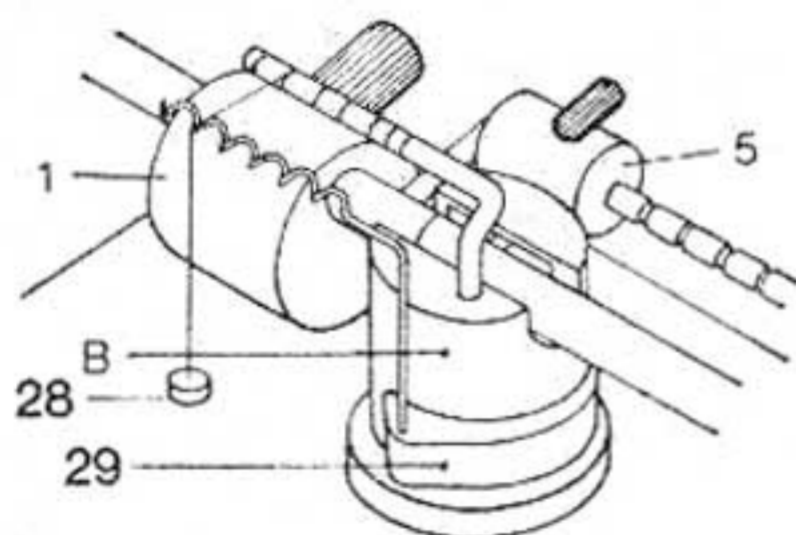

Fig. 2
La tableau 2 (1re colonne) indique que pour une force d'appui de 1,5 g et un rayon de pointe de 18  $\mu\text{m}$  (.0007") il y a lieu (quatrième colonne) d'accrocher le petit poids de 1 g à l'encoche 6 de la tige coudée (3). Le fil de nylon, auquel le poids est accroché, devra chevaucher une des spires de la tige hélicoïdale du support (23) et pouvoir manœuvrer librement lors du déplacement latéral du bras (fig. 2).